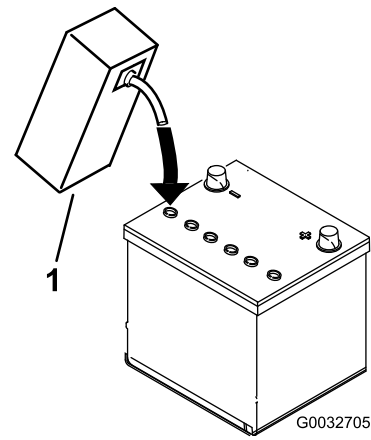

Figura 4
4. Espere aproximadamente 20–30 minutos para que el electrolito penetre en las placas. Rellene según sea necesario para que el electrolito llegue a una distancia de 6 mm aproximadamente del fondo del hueco de llenado (Figura 4).